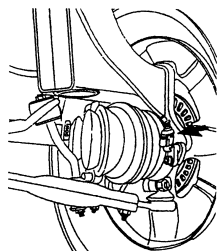

图 1-25 拆卸前轮转速传感器
1) 先拔下传感器导线插头, 如图 1-25 箭头所示, 再拧下内六角紧固螺钉, 拆下前轮转速传感器;